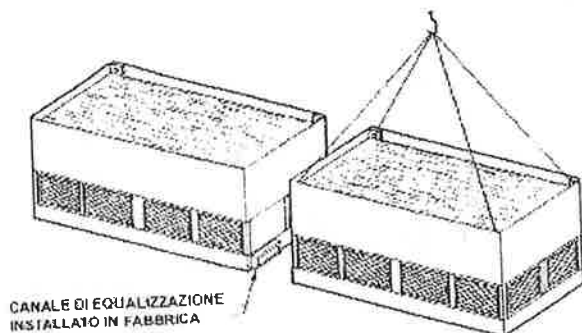

Figura 4 – Dettaglio sollevamento e posizionamento canale di equalizzazione
4. Posizionare la seconda sezione bacino adiacente al canale di equalizzazione sulle travi di supporto, come indicato nella Figura 4.